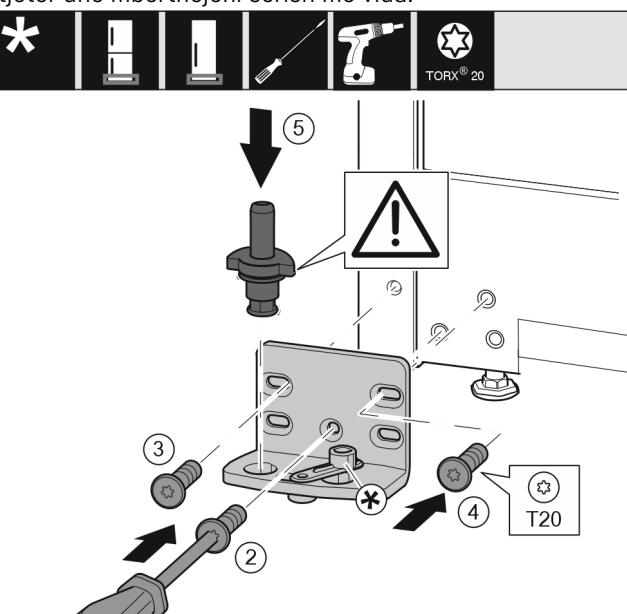

Fig. 16
- Vendosni bazamentin mbështetës në anën tjetër dhe mbërhejeni me ndihmën e një kaçavide. Filloni me vidën Fig. 16 (2) poshtë në mes.
- Mbértheni fort vidën Fig. 16 (3) dhe vidën Fig. 16 (4).
- Vendosni komplet në vend bulonin e rrotullimit Fig. 16 (5). Këtu bëni kujdes që gunga ndaluese të jetë e kthyer nga poshtë.